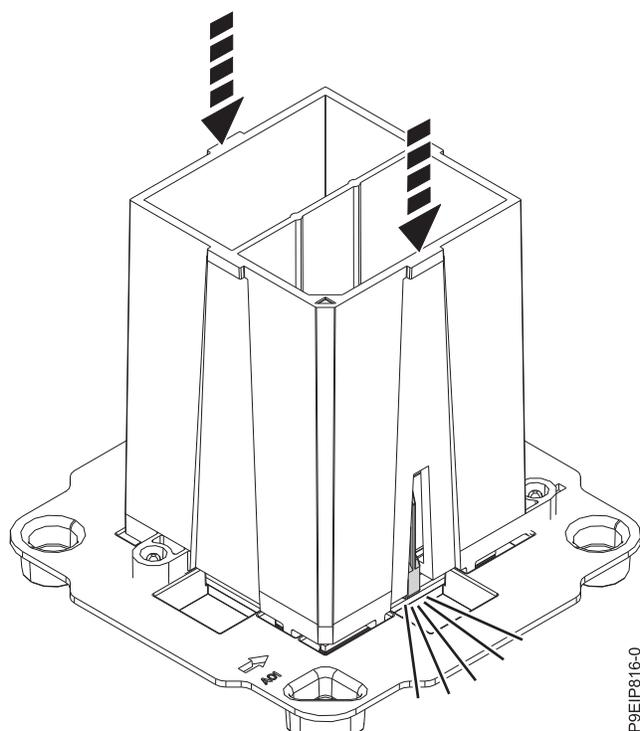

図 91. システム・プロセッサ・モジュールをツールにロック
4. 取り外しツールがシステム・プロセッサ・モジュールの上部に乗った状態で、ツールを押し下げて、システム・プロセッサ・モジュールをツールにロックします ( 85 ページの図 91 を参照)。